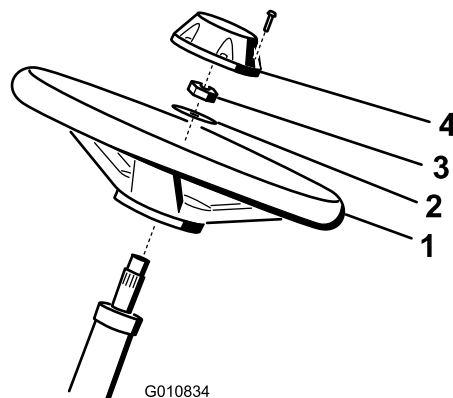

Figure 6
1. Appliquez du composé antigrippant sur l'arbre de direction (voir Figure 6).
2. Fixez le volant sur l'arbre de direction à l'aide d'une rondelle et d'un contre-écrou (Figure 6).
4. Placez le couvre-moyeu sur le volant (Figure 6).